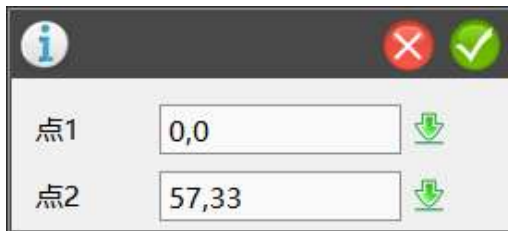
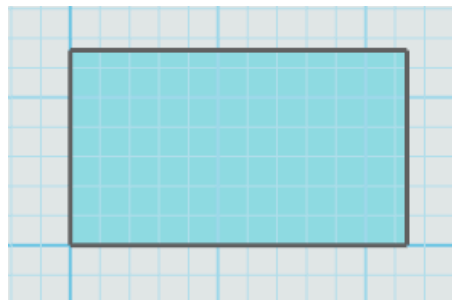

图 1-1
图 1-2
1.在软件的最左侧中，选择草图绘制的矩形命令。点坐标如图 1-1 所示。完成后如图 1-2 所示。